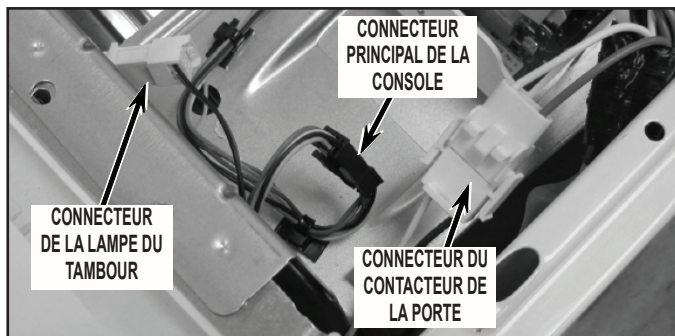

FIGURE 4
5. Débrancher le connecteur de la lampe du tambour et le connecteur principal de la console (voir la *Figure 4*) situés sur le côté droit de la sécheuse, au sommet/à l'avant. Soulever la console et incliner le module vers l'avant pour retirer la console.
7. Débrancher le connecteur du contacteur de la porte – sur le côté droit de la sécheuse, au sommet/à l'avant; voir la *Figure 4*.